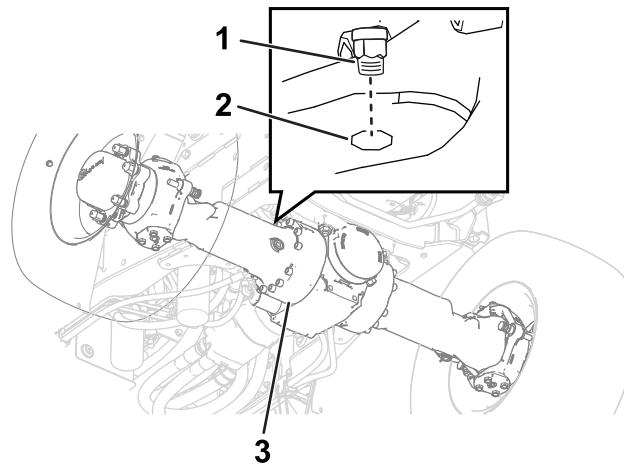
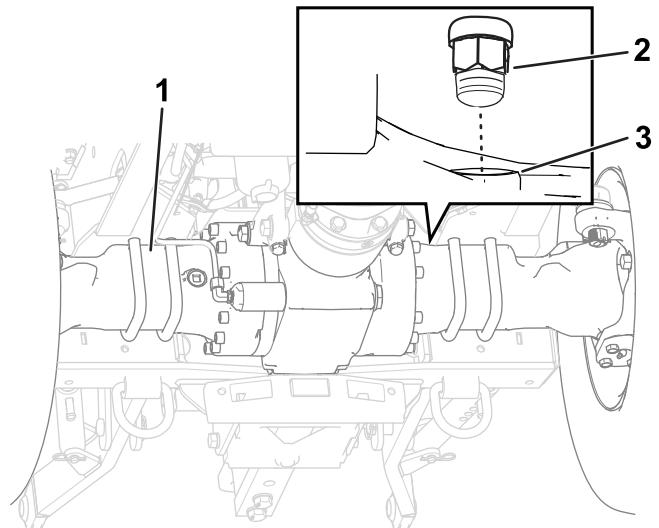

Figura 103
Figura 104
2. Retire los respiraderos de los ejes delantero y trasero (Figura 103 y Figura 104).
5. Instale los respiraderos en los ejes delantero y trasero (Figura 103 y Figura 104).